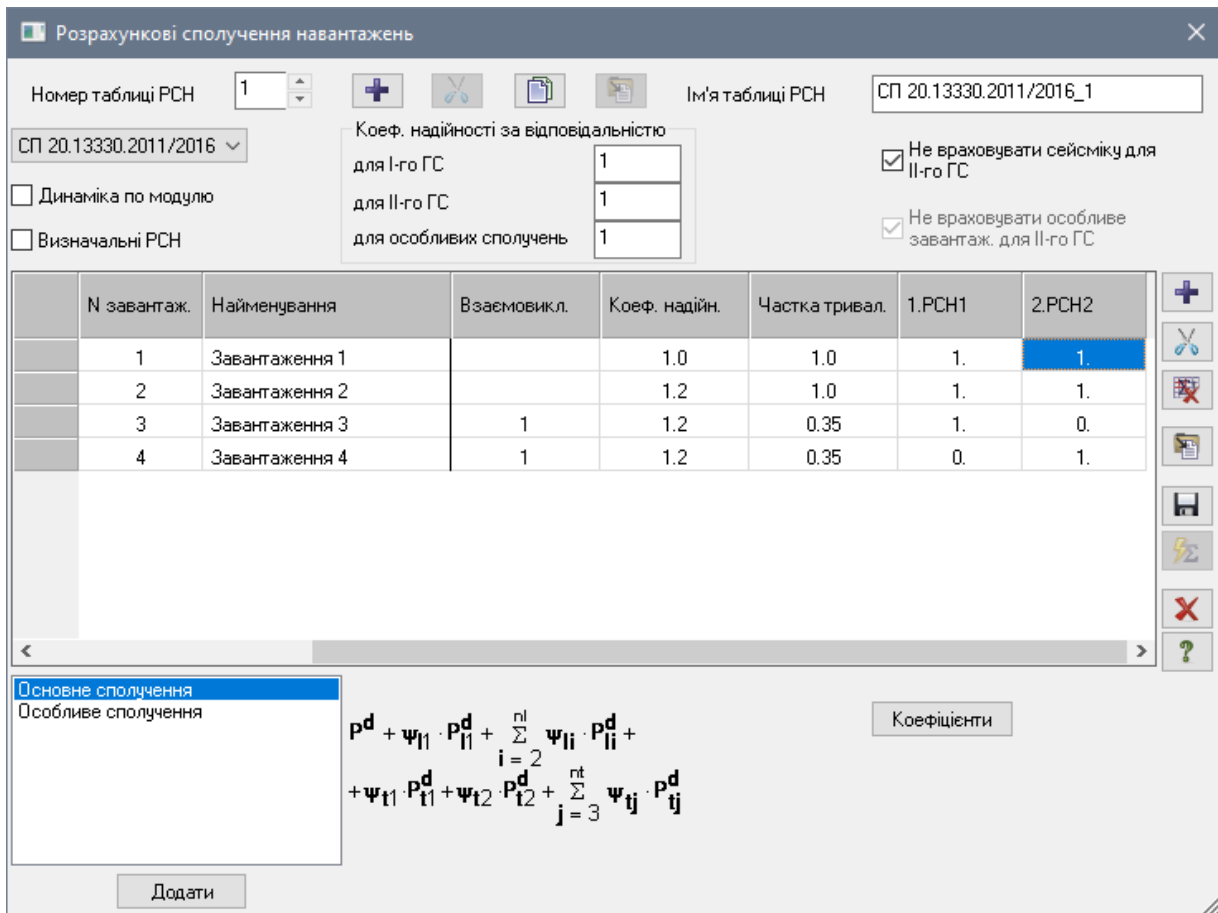

Рис. 19.22. Діалогове вікно Розрахункові сполучення навантажень
- Натисканням по кнопці  – **РСН** (панель **Дод. розрахунки** на вкладці **Розрахунок**) викличте діалогове вікно **Розрахункові сполучення навантажень** (рис. 19.22).